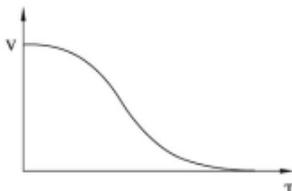

图5.2
- 代码P2不设为0时，为软停机模式。图5.2为软停车模式的输出电流波形。T由代码P2设置软停时间。在这种停机模式下，电动机的供电由旁路接触器切换到软起动器的晶闸管输出，软起动器的输出电压由全压逐渐减小，使电机转速平稳降低，以避免机械震荡，直到电动机停止运行。软停机时的输出截止电压等同于起动时的起始电压。